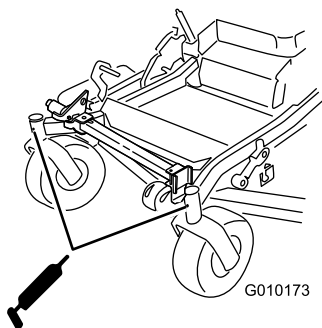

Figure 46
- Déposez le graisseur du trou. Remettez le bouchon hexagonal et le capuchon antipoussière en place (Figure 46).